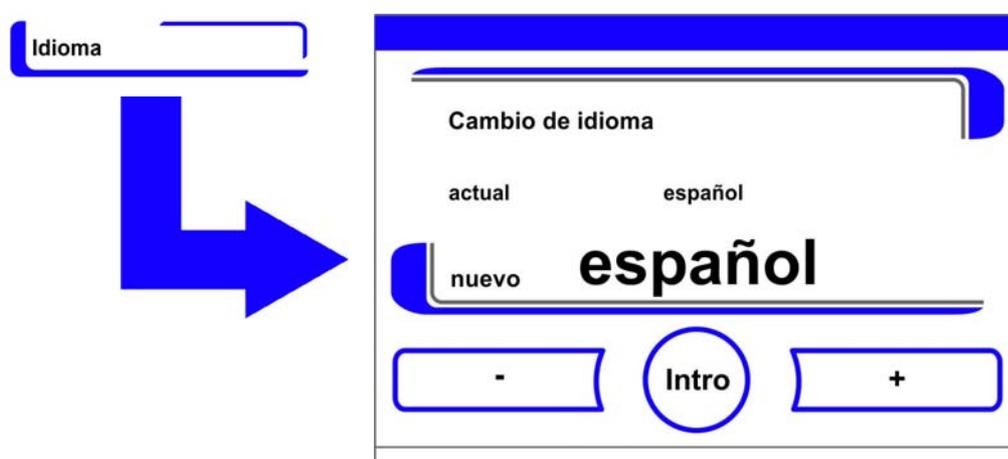

Figura 6-28. Ajustar el idioma
- Se muestra el cuadro de edición de Figura 6-28.